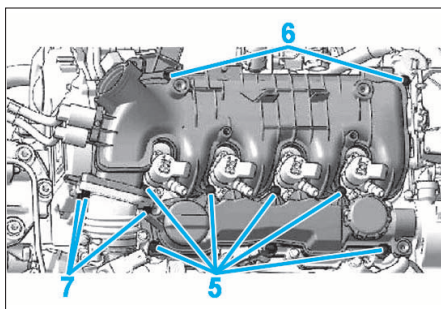

FIG. 72
- Déposer (Fig.72) :
- les fixations (5) du déshuileur
- les fixations (6) du collecteur d'admission d'air
- les fixations (7)